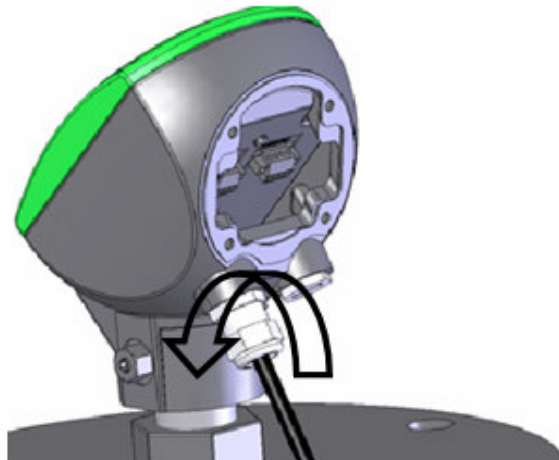

Abbildung 22: Lösen der Gegenmutter
1. Lösen Sie die vier Schrauben der rückwandigen Abdeckung des Scannerkopfes und entfernen Sie die Abdeckung. Die Schrauben sind gesichert und fallen nicht heraus. Siehe Abbildung 22.